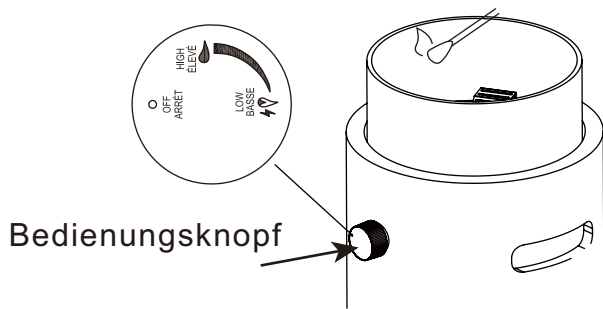

Abbildung 8
6. Zünden Sie die Feuerstelle mit einem Streichholz oder Feuerzeug an (Abb. 8). Halten Sie den Drehknopf 15 Sekunden lang gedrückt, bevor Sie ihn loslassen.